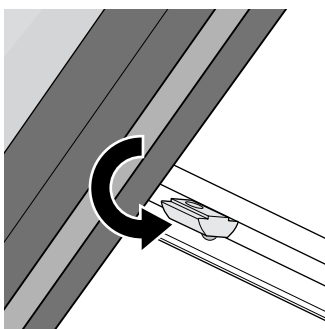

Bild 12a
- Die Nutensteine mittels einer Drehbewegung in die Montageschienen einsetzen, siehe Bild 12a.